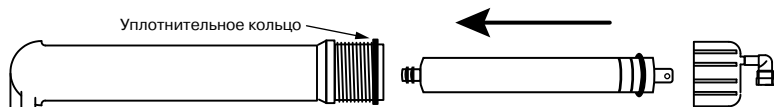

Рис. 16
1. Установите префильтр(ы). Первый префильтр (маркировка PREFILTER) уже установлен во всех моделях. В во вторую колбу (маркировка CARBON) установите угольный картридж. В третью ступень (SEDIMENT) установите механический префильтр. Картриджи, соответствующие ступеням очистки для каждой модели фильтров, перечислены в таблице на стр. 18. Для установки картриджа необходимо раскрутить колбу при помощи ключа (10). Аккуратно снимите защитную пленку с картриджа и установите его в колбу. Обратите внимание на маркировку "THIS END NEXT TO VESSEL THREADS" на верхней крышке картриджа или на указания на этикетке. Закрутите колбу вручную, без применения ключа, не прикладывая чрезмерных усилий.
2. Установите мембрану. Для этого отсоедините трубку (H) от быстроразъемного коннектора крышки мембраны. Открутите крышку колбы мембраны (маркировка MEMBRANE). Смажьте силиконовой смазкой резиновые уплотнения мембраны. Установите мембрану в корпус согласно **рис. 16**. Смажьте силиконовой смазкой уплотнение крышки колбы мембраны и аккуратно установите его на колбу. Закрутите крышку колбы мембраны и пристыкуйте трубку (H). Следите, чтобы уплотнительное кольцо крышки колбы было установлено на колбе без перекосов.